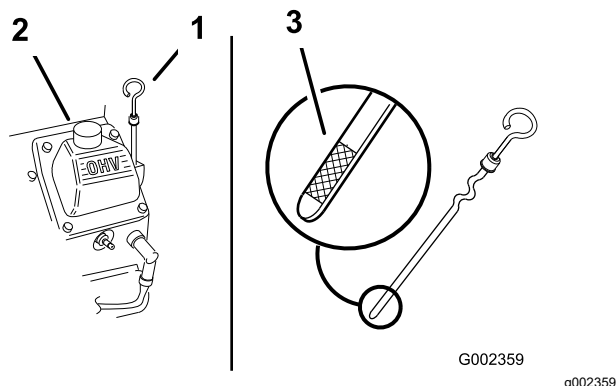

図 43
2. 給油口からごみが入ってエンジンを傷つけないように、ディップスティック 図 43 の周囲をウェスできれいに拭く。
3. ディップスティックを抜き取り、付いているオイルをウェスで拭きとってもう一度完全に差し込む (図 43)。
4. ディップスティックを引き抜いて油量を点検する。オイル量が 2 本のマーク F と L の間であれば適正である 図 43。
5. L 位置よりも少ない場合は、補給管についているキャップ 図 43 を取り、F 位置までオイルを補給する。